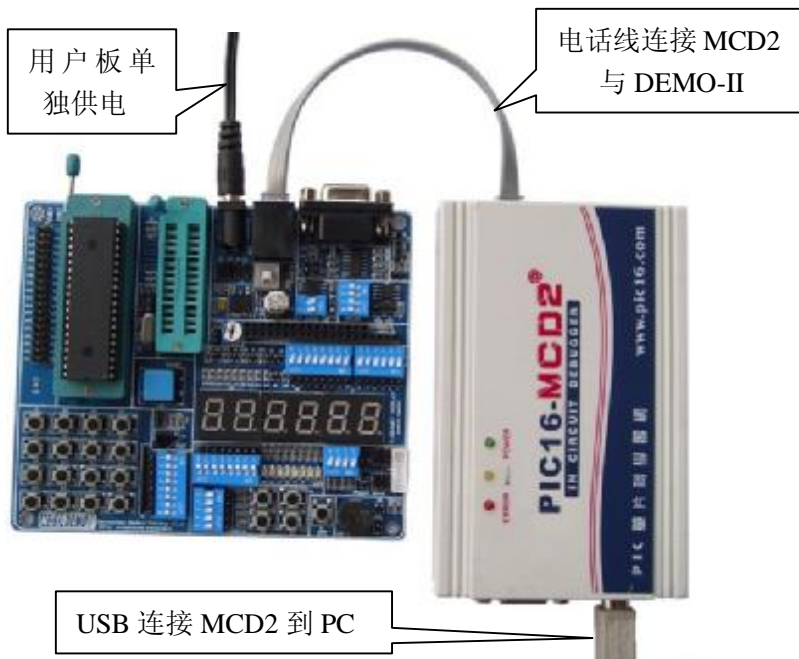

图 3-2 MCD2 与 DEMO-II 的连接
MCD2 与 DEMO-II 的连接如图 3-2 所示。
- 1) 按照图 3-2 方法连接 MCD2 和 PC 以及目标用户板。